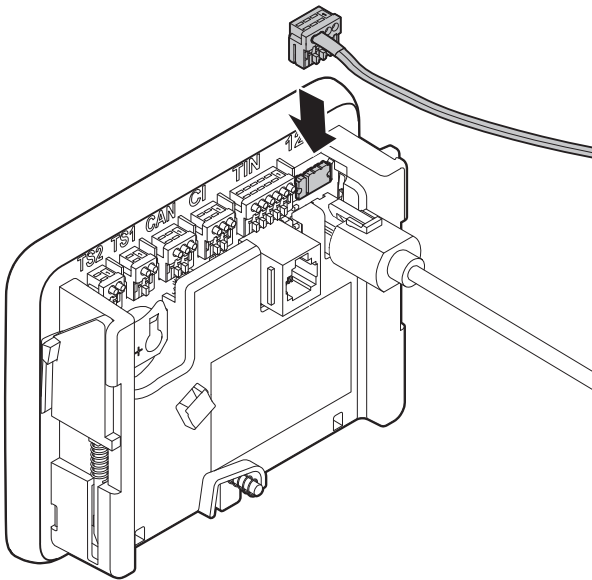

Abb. 10
- Stecker des Panelkabels (Abb. 10) am Panel vorsichtig von oben einstecken, ohne das Panelkabel am Übergang zwischen dem Panelkabel und dem Stecker zu knicken.